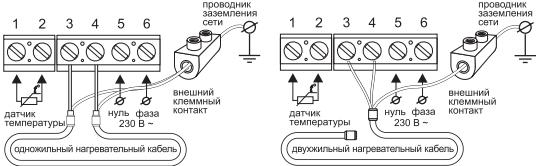

Рис. 3
Установите монтажную коробку или распаячную коробку (если используется). Подведите к ней провода питания, установочные провода нагревательного матта или секции и установочный провод датчика температуры пола. Подайте напряжение на провод питания. Индикатором определите фазовый и нулевой провода и отметьте их. Датчик температуры подключается к клеммам 1 и 2 (поларность при этом не имеет значения). Напряжение питания (переменное 230 В) подается на клеммы 5 и 6, причем фаза (определенная индикатором) – на клемму 6, а нуль – на клемму 5. Выводы нагревательной секции или матта подключаются к клеммам 3 и 4; вывод экранирующей оплетки (желто-зеленый провод) – к линии защитного заземления (PE) через внешний клеммный контакт (находит в комплекте поставки) (рис.3).
- 1 Выполните подключение согласно рис. 3.